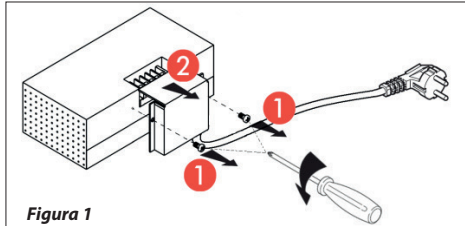

Figura 1
3. Retire la tapa del terminal mediante un destornillador (**figura 1**).